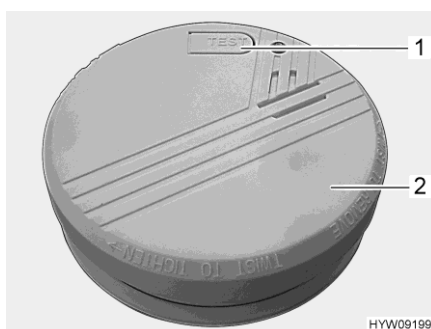

Fig. 114 Detector de humo
- Girar el detector de humo (Fig. 114,2) en sentido contrario a las agujas del reloj hasta que se deje separar del soporte.
- Probar el detector de humo. Para ello, pulsar la tecla de prueba (Fig. 114,1). Deberá sonar el tono de alarma.